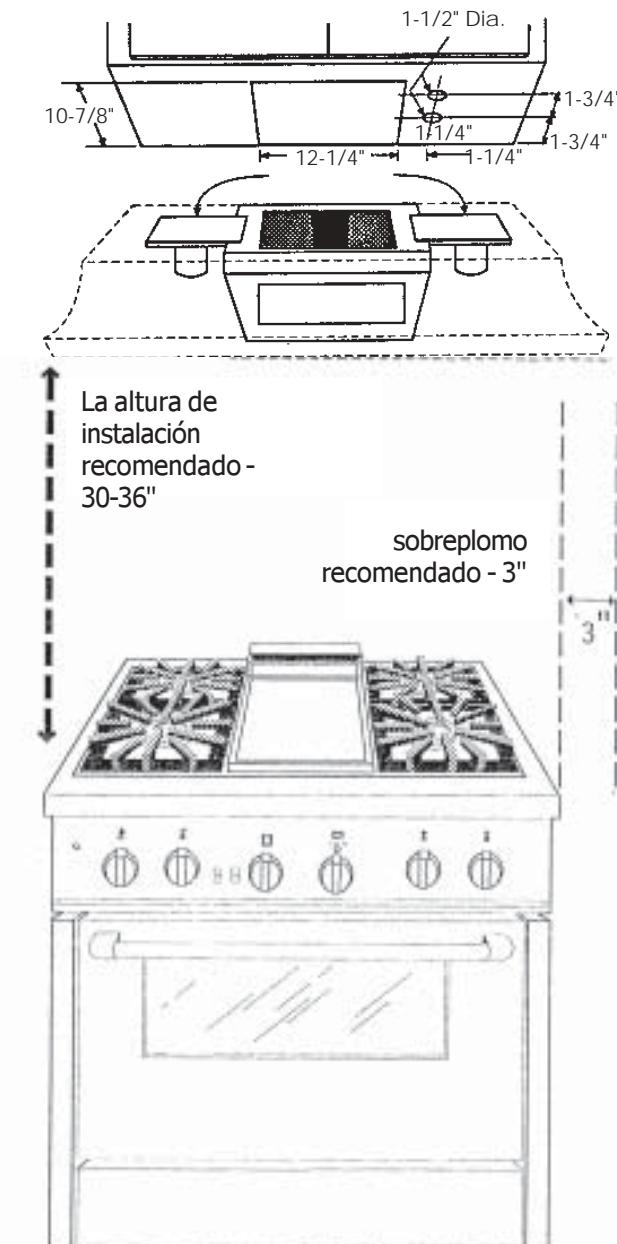

FIGURA 1A
1. Los VCH36/VCH54 están diseñados para ser instalados en una campana hecha a la medida como se muestra en la Figura 1A. El diseño de la campana debe satisfacer todas las regulaciones de construcción y es la responsabilidad del contratista. Para un óptimo rendimiento, la campana debe colgarse saliendo encima de la superficie de cocinar y se debe instalar a una altura entre 30-36 pulgadas arriba de la superficie de cocinar. Se necesita un espacio libre en la campana para abrir la puerta frontal del filtro para poder sacar el filtro y limpiarlo (Vea la Figura 1B).